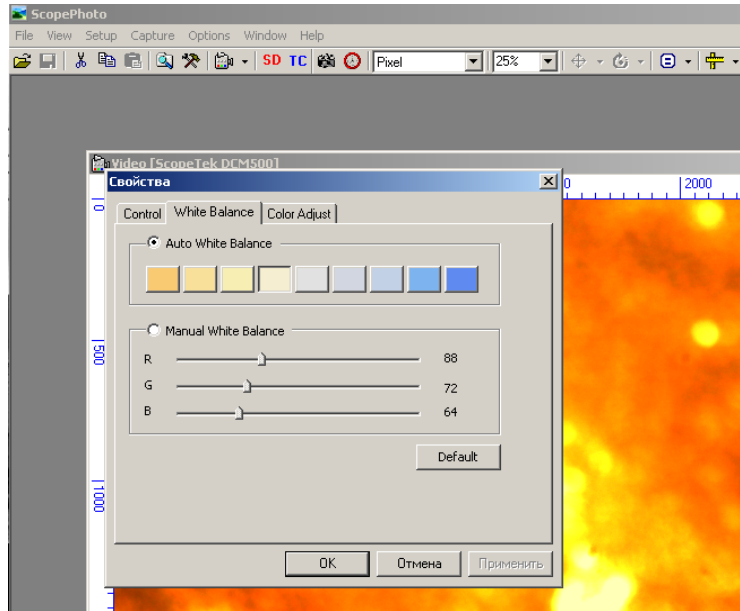

Рисунок 4.9 Налаштування балансу білого
9. Вибрати меню Setup (налаштування) >> Video Source Property (властивості джерела відеосигналу) (рис.4.9).